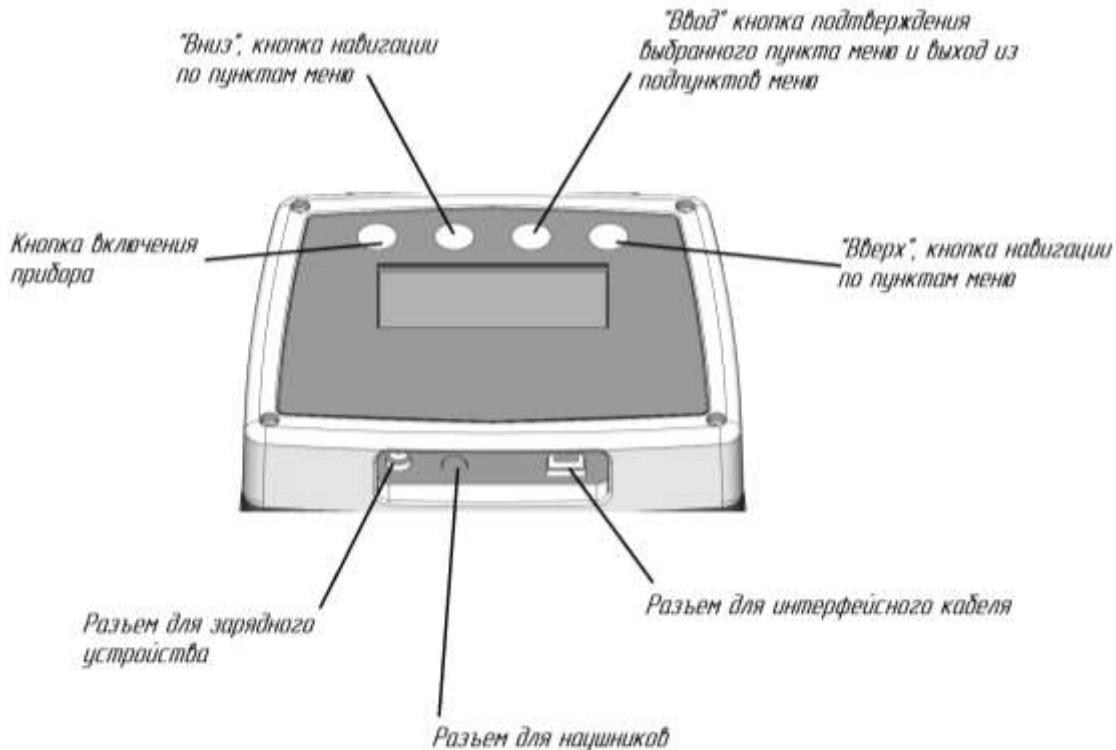

Рисунок 2
2.3.2.1 Для работы с изделием необходимо следующее (см. рисунок 2 и рисунок 3):